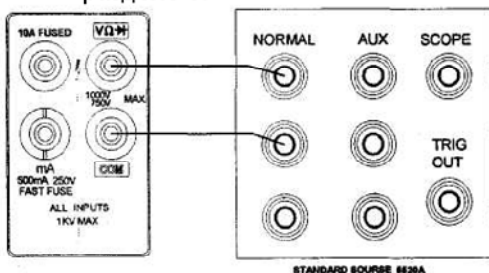

Рисунок 4-1
1. Подключите с помощью щупов выходы NORMAL HI и LO 5520A к входам  $V\Omega$  и COM мультиметра (см. рис. 4-1). Выберите для мультиметра функцию и диапазон измерения постоянного напряжения, переменного напряжения, сопротивления или частоты вольт постоянного или переменного тока, сопротивления или частоты, а также нужный уровень выходного сигнала 5520A. Показания должны отвечать требованиям, указанным в разделе 6.